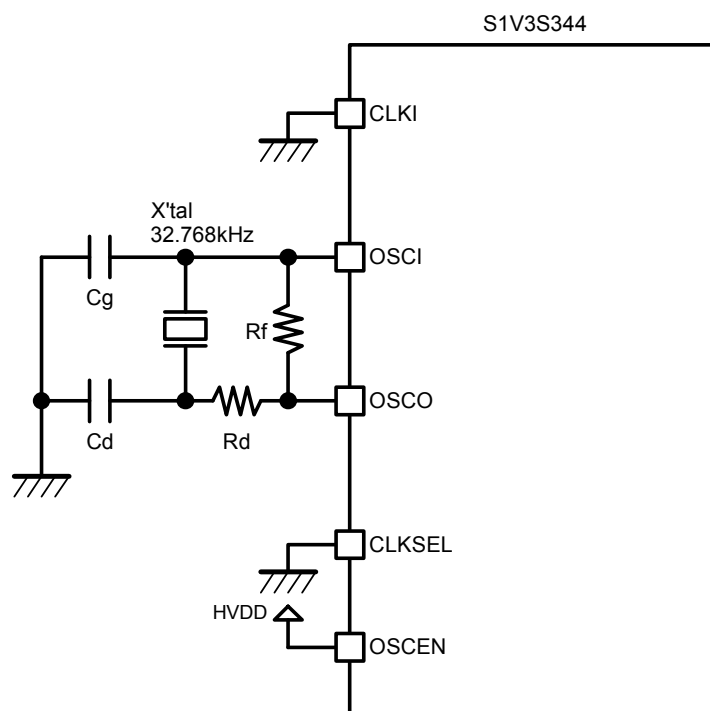

図 7.2 システムクロック外部接続例 (32.768kHz 振動子)
32.768kHz の振動子をクロック源とする場合の外部接続例を図 7.2 に示します。
OSCI, OSCO 端子に図 7.2 の通り 32.768kHz の振動子と発振回路を接続します。